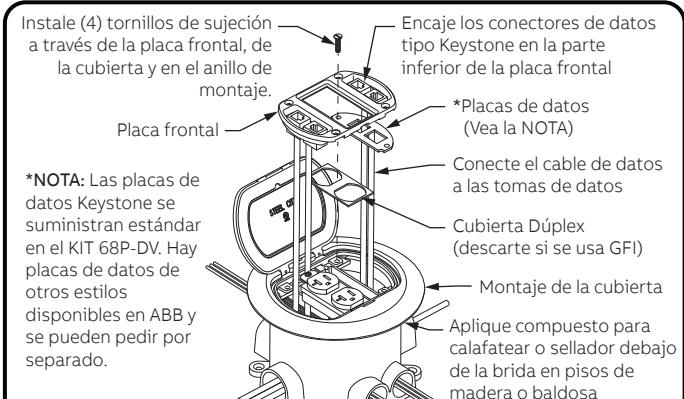

Figura 9
8. En pisos de madera o baldosas, aplique compuesto para calafatear o sellador en la parte inferior de la brida de la alfombra para bloquear la entrada de agua (consulte la Figura 9).
9. Coloque el conjunto de la cubierta en la parte superior del anillo de montaje. Jale el cable de datos hacia arriba a través de las aberturas laterales e instálelo en las tomas de datos según las instrucciones del fabricante (consulte la Figura 9).
11. Inserte las tomas tipo keystone en las placas de datos (consulte la Figura 9).
12. Ensamble la placa frontal en la cubierta utilizando cuatro tornillos de cabeza plana N° 8 x $3/4"$ de longitud (consulte la Figura 9).